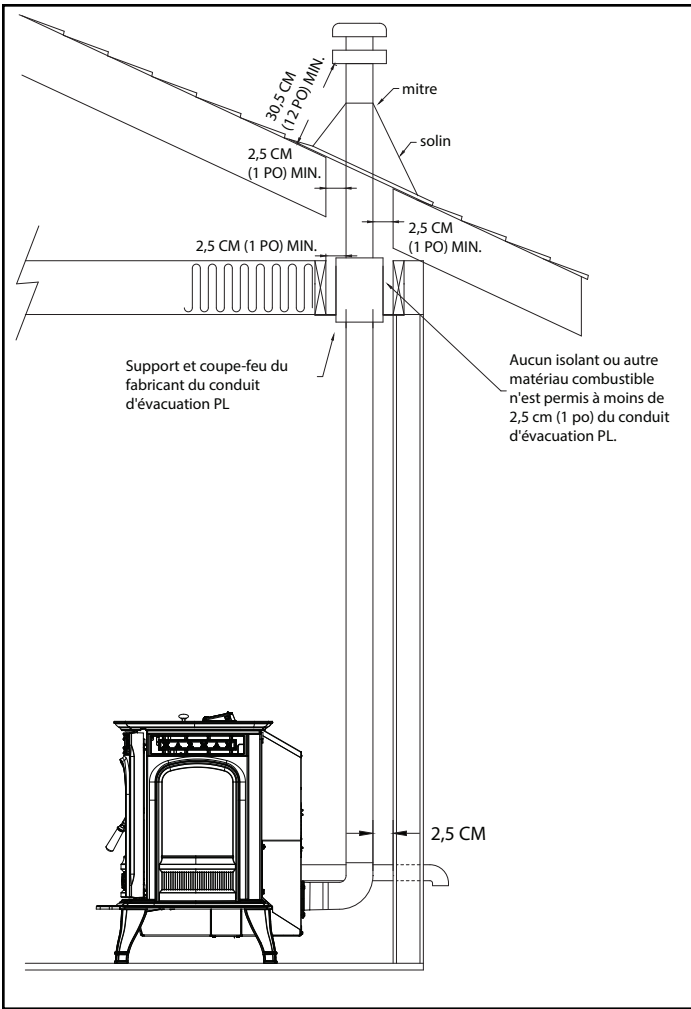

Figure 4.7
**No 7 Installation au travers du plafond (Figure 4.7)**